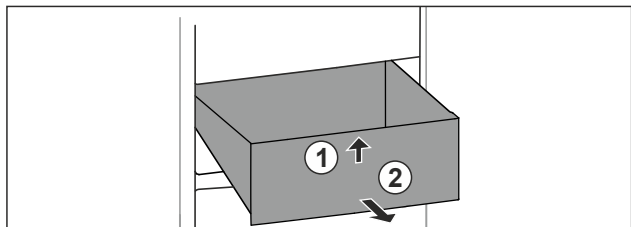

Fig. 77
- ▶ Løft skuffen foran. Fig. 77 (1)
- ▶ Ta ut skuffen framover. Fig. 77 (2)